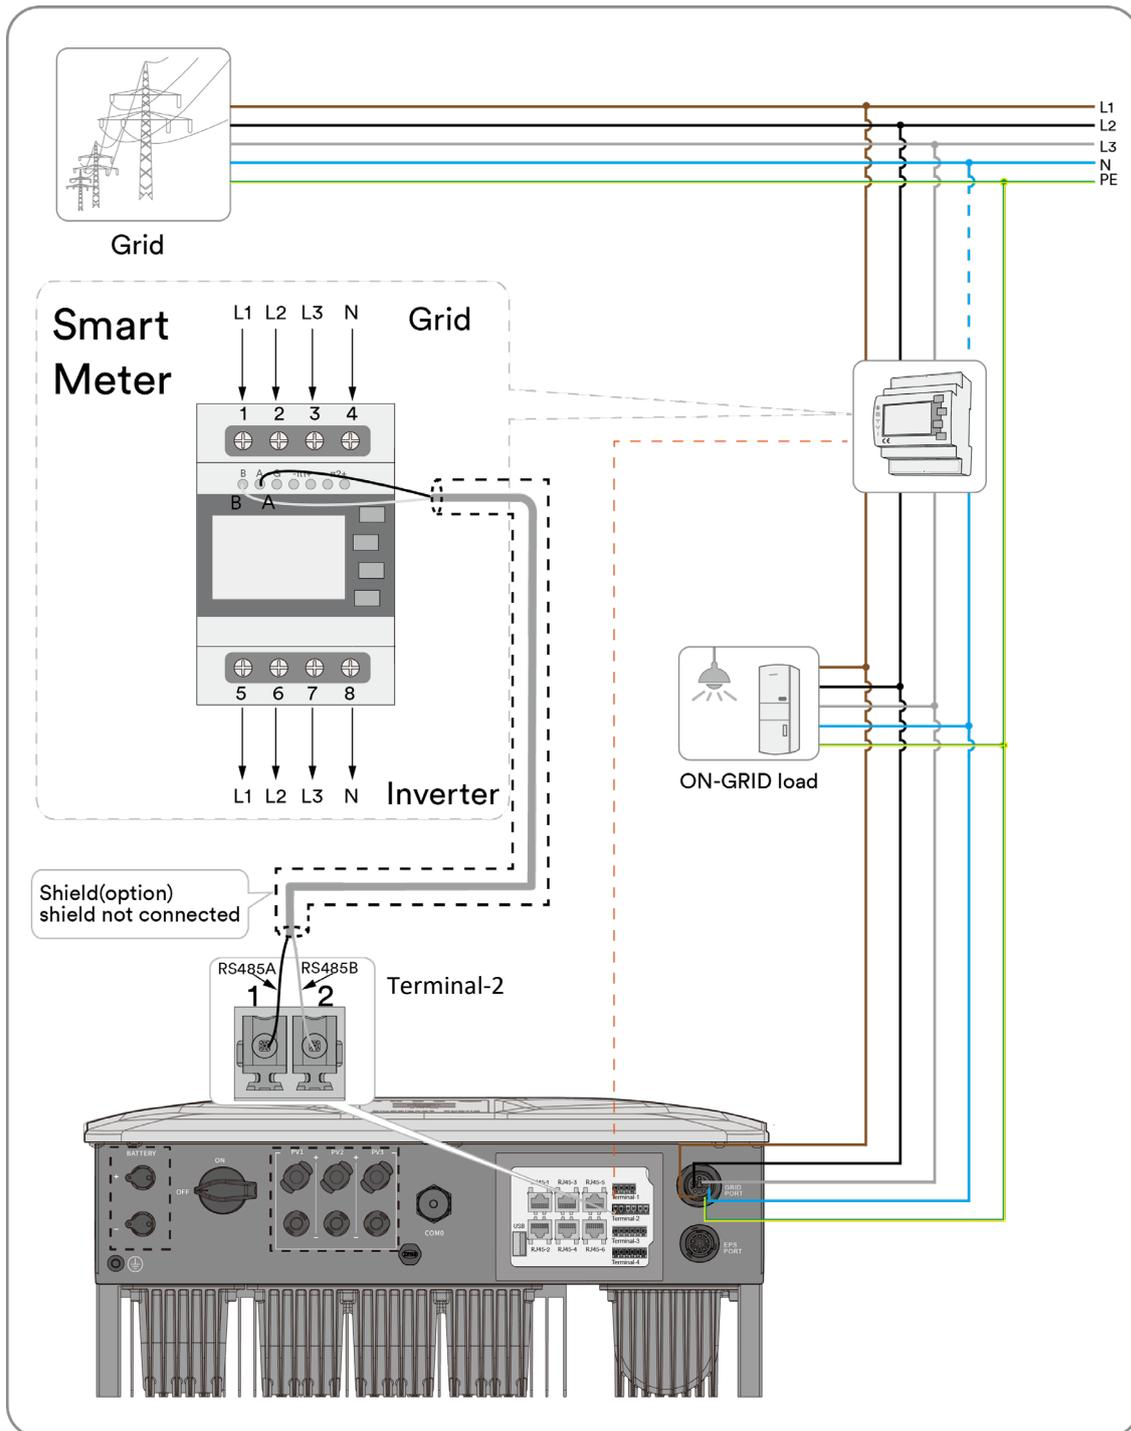

Abb. 56. RS485-Kabel für Anschluss an Smart-Meter
1. Isolieren Sie das andere Ende des Netzkabels ab. Befestigen Sie den Kupferdraht an der entsprechenden Klemme. Schraubendreher-Typ: PH0, Anzugsmoment: 0,7 Nm (siehe Abb. 56).